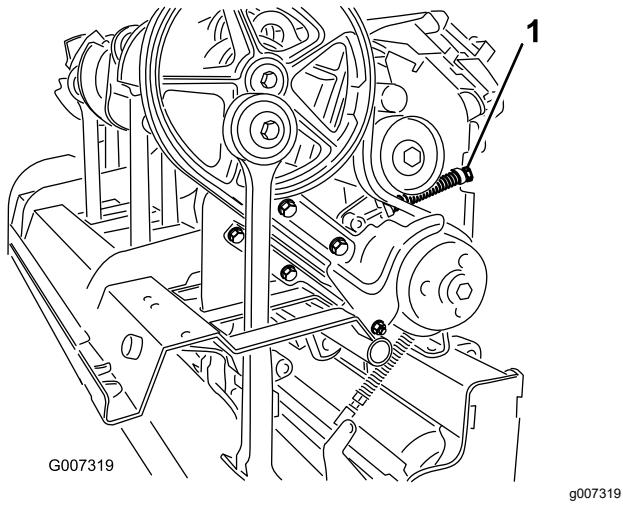

Figure 37
- Pour détendre le ressort de la poulie de tension, desserrez le contre-écrou de fixation de la retenue (Figure 37) et tournez la retenue.